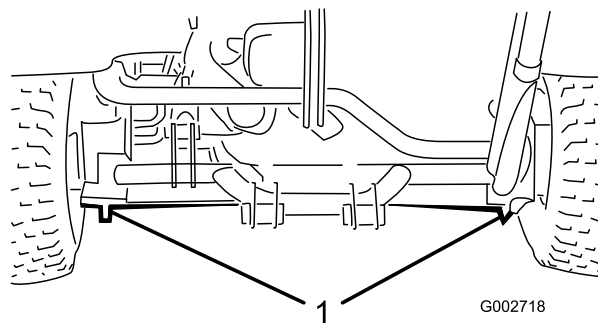

Рисунок 18
- На левой или правой стороне — под задним колесным гидромотором или под рамой (Рисунок 18).